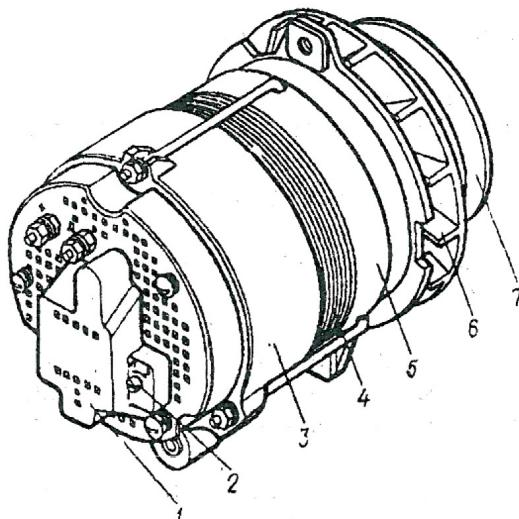
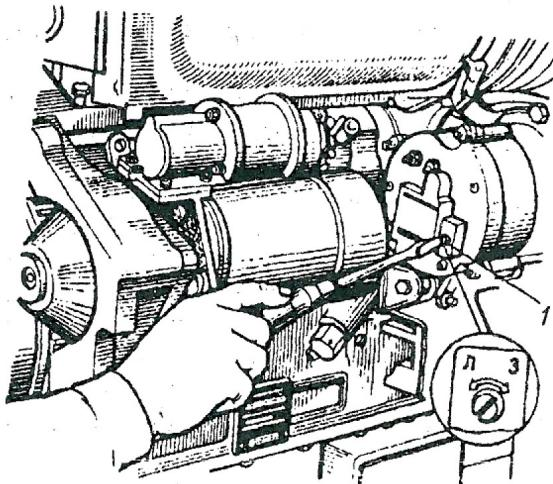

Рис. 40. Генератор типа 46.3701:
Рис. 41. Установка винта посезонной работы генератора:
**Генератор.** Генератор типа 466.3701 (рис.40) представляет собой бесконтактную трехфазную одноименнонполюсную электромашину с односторонним электромагнитным возбуждением, встроенным выпрямительным блоком БПВ23-50, собранным по трехфазной мостовой схеме на кремневых диодах и интегральным регулятором напряжения Я112Б. Выпрямительный блок и интегральный регулятор напряжения закрыты крышкой 1, на которую выведены клеммы «+» и «Д», а также переключатель посезонной регулировки напряжения (рис.41), предназначенный для изменения регулируемого напряжения в соответствии с требованиями летней и зимней эксплуатации.